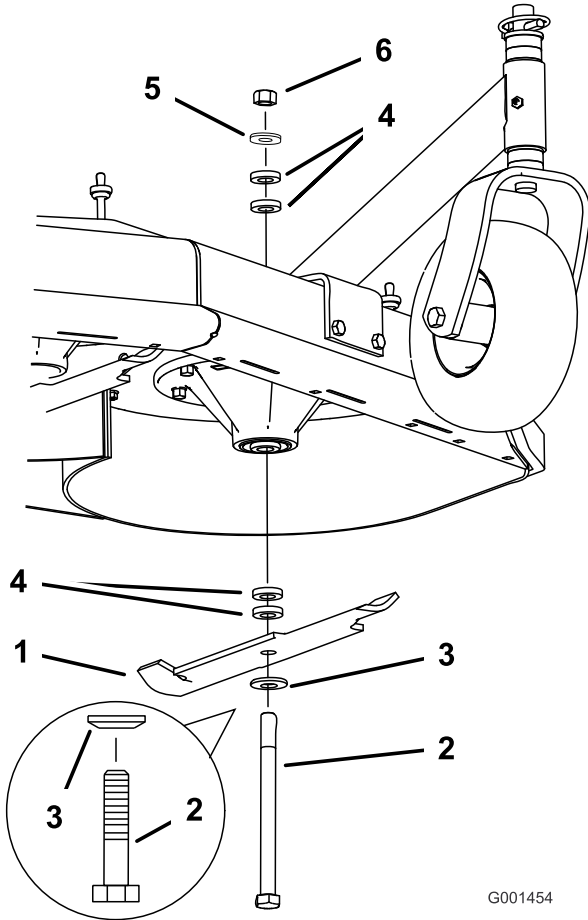

Figura 56
2. Retire la tuerca, el perno de la cuchilla, la arandela curva, la cuchilla, los espaciadores, y la arandela fina del eje (Figura 56).
1. Instale el perno, la arandela curva y la cuchilla. Seleccione el número correcto de espaciadores para la altura de corte deseada, y deslice el perno dentro del eje (Figura 56).
2. Instale los espaciadores restantes, en su caso, y sujételos con una arandela fina y una tuerca (Figura 56).